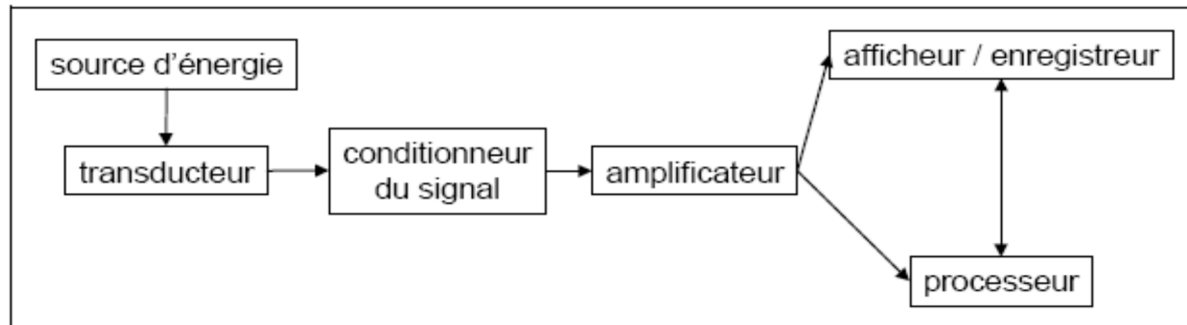

Figure 9 : Schéma type d'une chaîne de mesure
Généralement, la grandeur à mesurer, appelée mesurande, n'est pas accessible directement et les méthodes de mesure mises en œuvre font appel à différentes lois physiques et propriétés des matériaux. Une chaîne de mesure est généralement constituée des éléments suivants, schématisés sur la figure 9 :
- l'ensemble de la chaîne de mesure représentée Figure 9.